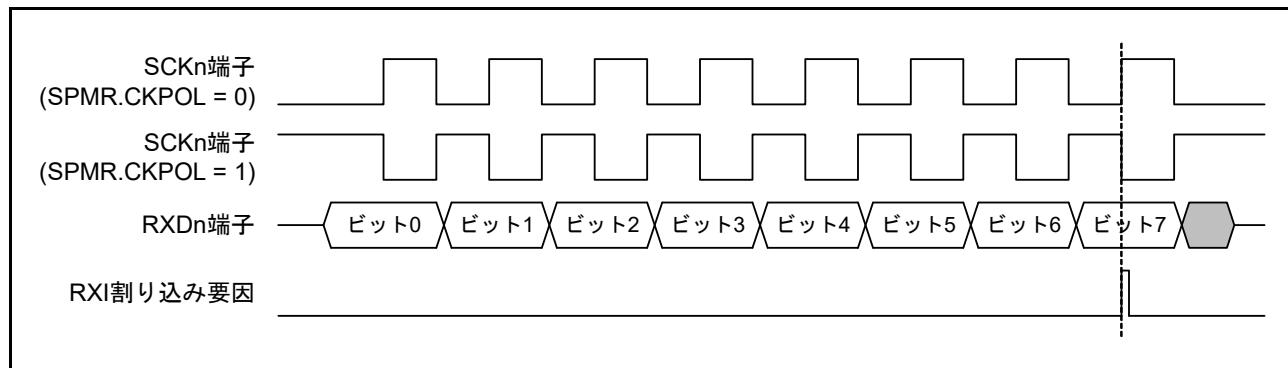

図 27.79 簡易 SPI モード（クロック遅れあり）RXI 割り込み発生タイミング
(1) マスタモード
- クロック遅れあり設定 (SPMR.CKPH ビット = 1) の場合、図 27.79 に示すように SCKn 端子の最終クロックエッジ手前のクロックエッジで受信データフル割り込み (RXI) が発生します。このとき、SCR レジスタの TE、RE ビットを SCKn 端子の最終クロックエッジより前に “0” に設定すると SCKn 端子出力がハイインピーダンスとなり、最終送受信クロックのクロックパルス幅が短くなります。また、RXI 割り込み後、SCKn 端子の最終クロックエッジより前に接続先スレーブに対する SSn# 端子入力信号を High にするとスレーブが誤動作する可能性があります。